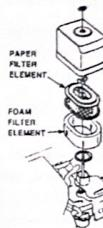

Figure 1 Air Filter
2. Чтобы прочистить или заменить воздушный фильтр, ослабьте крыльчатую гайку на основании воздушного фильтра (Рис. 1), снимите крышку и выньте картридж воздушного фильтра. Если нужно только прочистить воздушный фильтр, продуйте картридж изнутри, дважды струей сухого воздуха вверх и вниз, пока пыль не будет удалена.